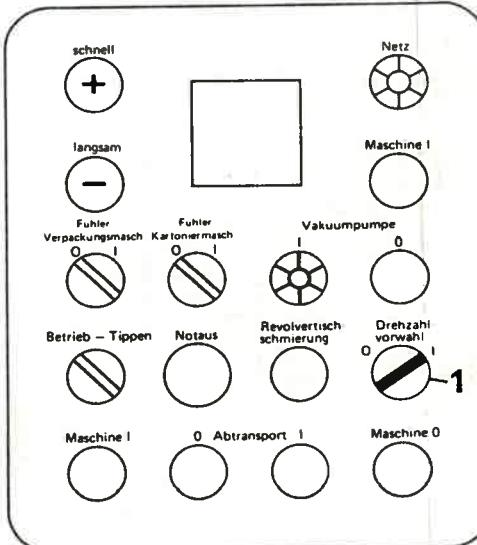

Bild 188
1. Wahlschalter „Drehzahlvorwahl“ (Bild 188/1) auf „1“ schalten.
2. Durch Betätigung der Taster „schnell“ bzw. „langsam“ (Bild 188) Maschine auf die gewünschte Drehzahl fahren.